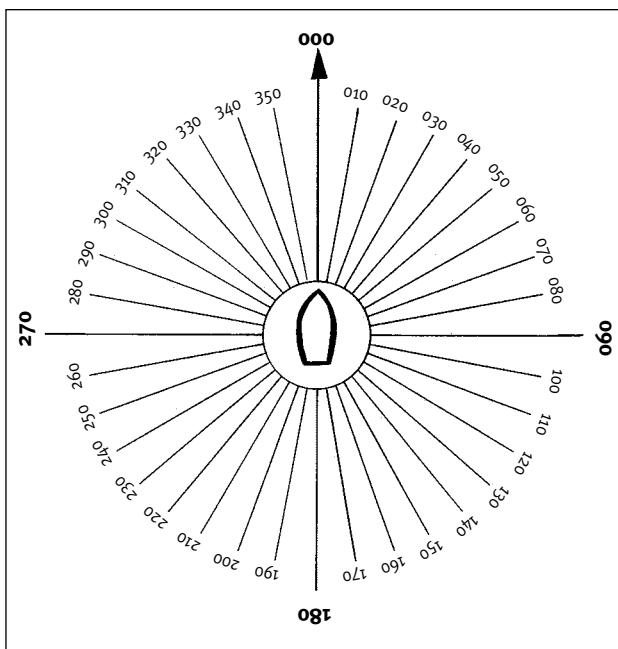

Figure 6.3 : Gisements
- Étudiez la figure 6.3 et faites-vous une représentation mentale du cercle complet (à intervalles de 10°) pour votre embarcation;